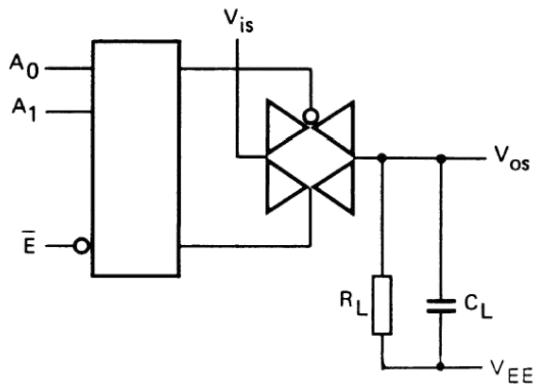

图 3
- $R_L=10K\Omega$ 到  $V_{EE}$ ;  $C_L=50pF$  到  $V_{EE}$ ;  $\bar{E} = V_{SS}$ ;  $V_{is}=V_{DD}$  (方波); 如图 3 所示
- $R_L=10K\Omega$ ;  $C_L=50pF$  到  $V_{EE}$ ;  $\bar{E} = V_{SS}$ ;  $A_n=V_{DD}$  (方波); 测量  $t_{PLH}$  时  $V_{is}=V_{DD}$ ,  $R_L$  到  $V_{EE}$ ; 测量  $t_{PHL}$  时  $V_{is}=V_{EE}$ ,  $R_L$  到  $V_{DD}$ , 如图 3 所示
- $R_L=10K\Omega$ ;  $C_L=50pF$  到  $V_{EE}$ ;  $\bar{E} = V_{DD}$  (方波); 测量  $t_{PHZ}$  和  $t_{PZH}$  时,  $V_{is}=V_{DD}$ ,  $R_L$  到  $V_{EE}$ ; 测量  $t_{PLZ}$  和  $t_{PZL}$  时,  $V_{is}=V_{EE}$ ,  $R_L$  到  $V_{DD}$ ; 如图 3 所示
- $R_L=10K\Omega$ 到  $V_{EE}$ ;  $C_L=15pF$  到  $V_{EE}$ ;  $\bar{E}$  或  $A_n=V_{DD}$  (方波); 干扰是  $|V_{os}|$  (峰值); 如图 3 所示